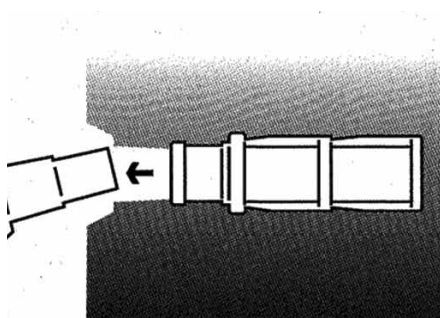

Fig. 8.4
4. Y coller ensuite le bouchon de rebouchage béton DW pour béton apparent en utilisant la colle à béton A + B (fig. 8.4 et 8.5).